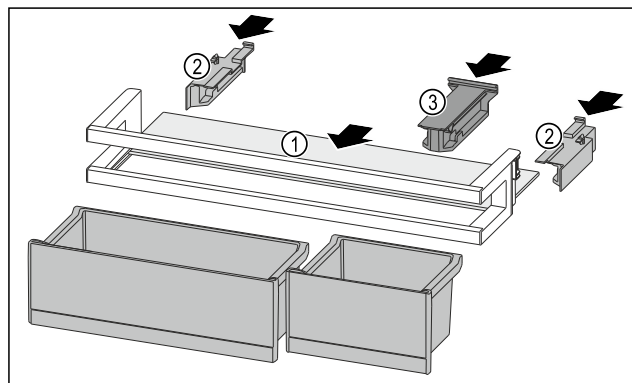

Fig. 149
- Odlagalno polico Fig. 149 (1) vstavite v stranske vdolbine.
- Vstavite stranske dele Fig. 149 (2).
- Vstavite držalni del Fig. 149 (3).